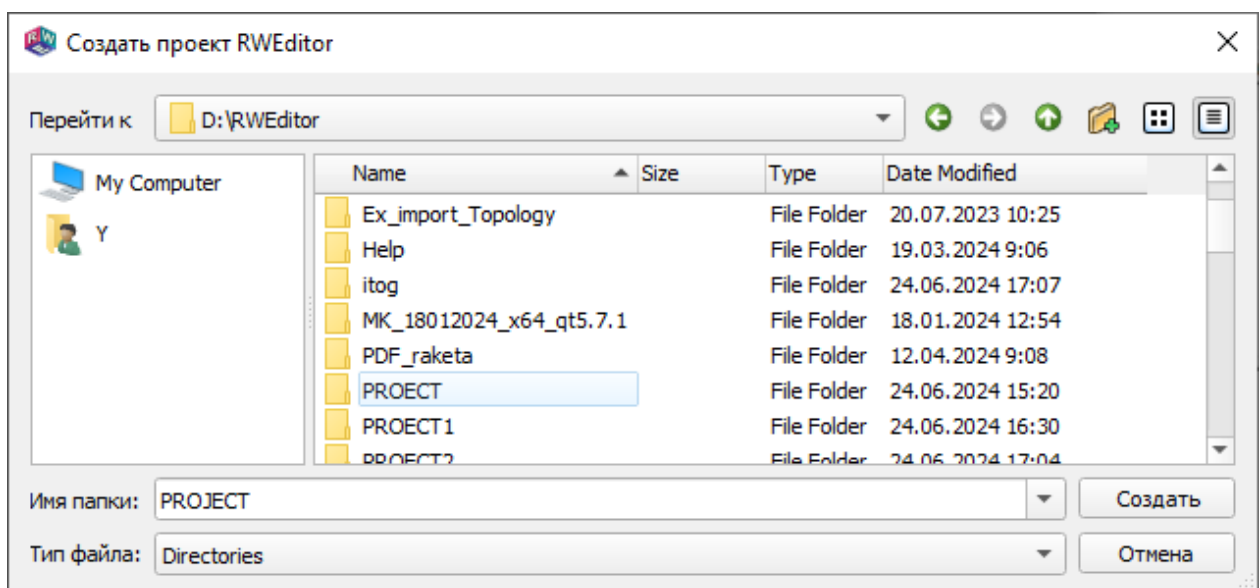

Рис. 3
6.2.1. Для создания проекта выполнить команду  «Создать» меню «Главная» (п. 16.1.1). На экран будет выведен диалог создания каталога проекта (рис. 3).